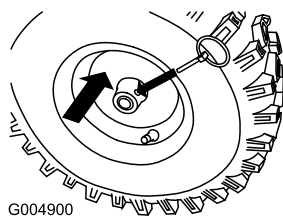

Рисунок 5
8. Сдвиньте колеса внутрь и пропустите шкворни через отверстия в ступицах колес и через **внешние** отверстия в оси (Рисунок 5).